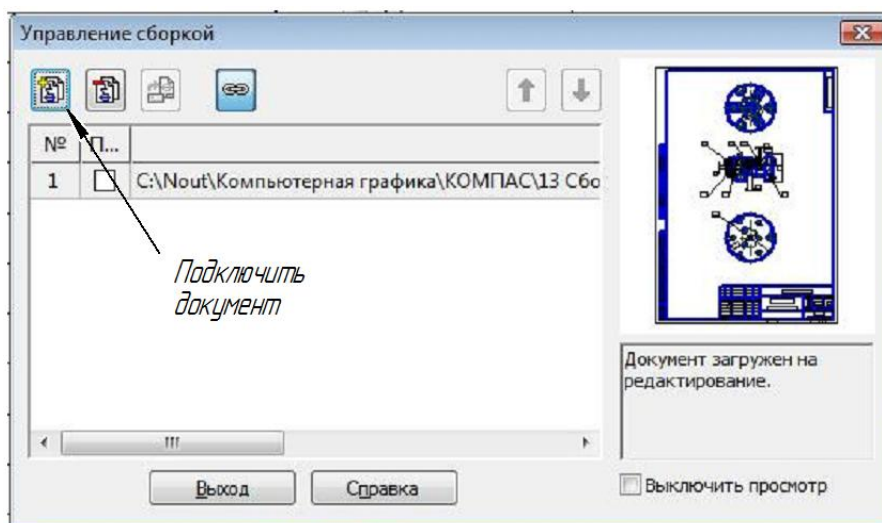

Рис. 5.23. Окно «Управление сборкой»
- В открывшемся окне активизируйте команду **Подключить документ** (рис. 5.23).